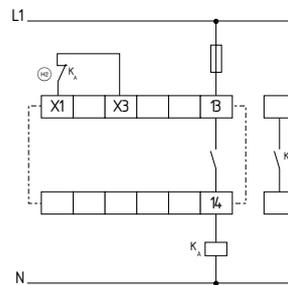

Fig. 8
**Commande à 1 canal (Fig. 8)**